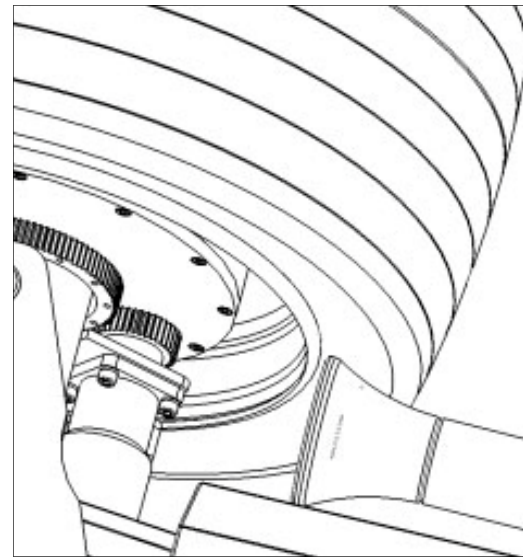

Рис. 3
5. Такую же операцию проделайте для нижней стороны колеса, рис. 3.